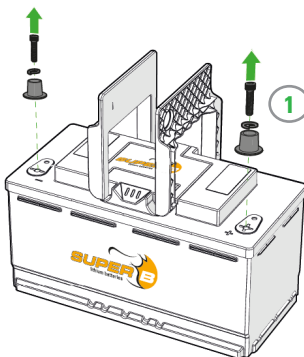

Figure 9. Enlevez les bornes de puissance automobiles.
1. Enlevez les bornes de puissance automobiles. (Figure 9)